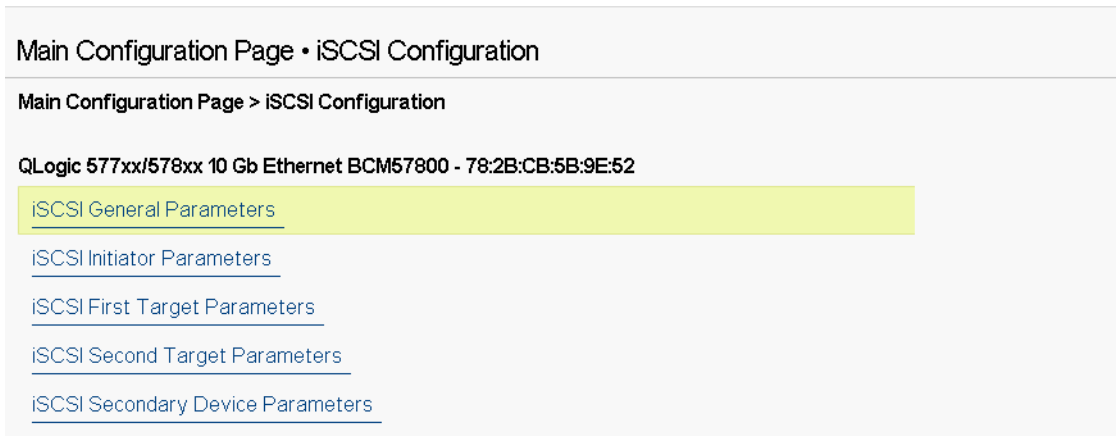

Ilustración 10-2. Configuración de UEFI iSCSI
2. Configure el software de inicio de iSCSI en configuración estática o dinámica en el CCM, UEFI (consulte la Ilustración 10-2), la GUI de QCC, o la CLI de QCS.